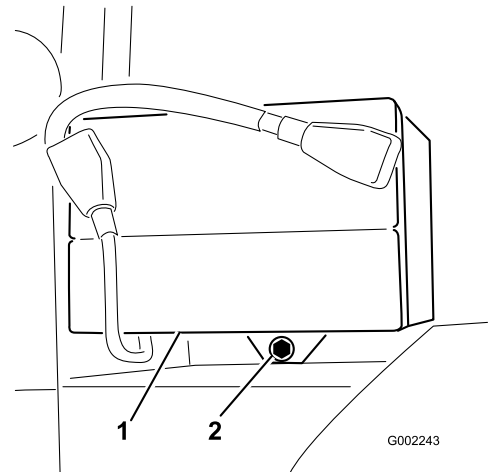

図 47
2. バッテリー・リターナと固定金具を外す（図 47）。
3. バッテリー押さえを元通りに取り付ける（図 47）。